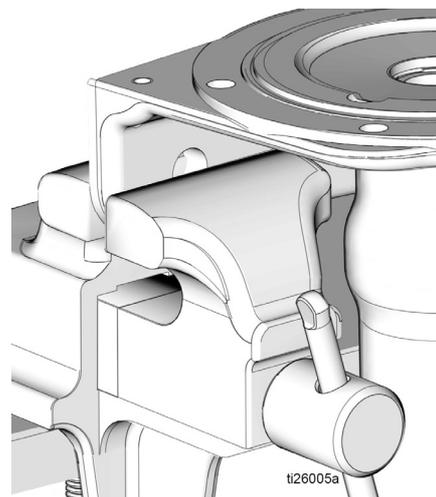

FIG. 26
18. Coloque de nuevo la base de la bomba (1) en el tornillo de banco como se observa en FIG. 26.